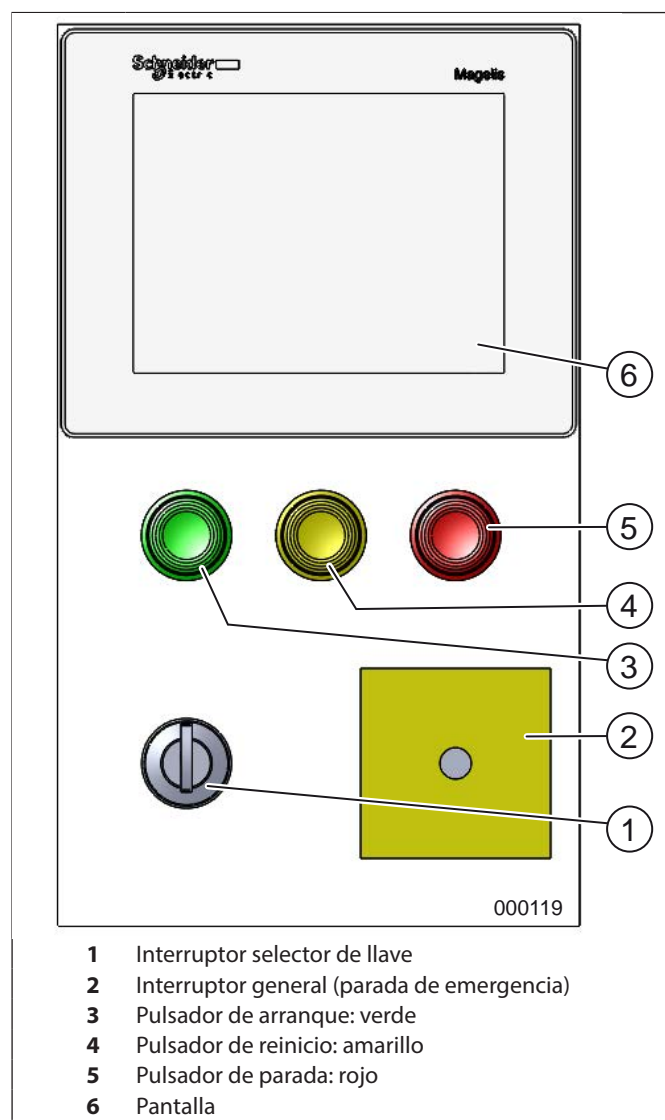

fig. 4 Elementos de manejo
(extraer la regleta) y conectar el interruptor principal (fig. 4/2) (posición "1").
2. Girar la llave (fig. 4/1) hacia la derecha.
3. Presione el botón de inicio verde (fig. 4/3).
Si alguna vez, por algún motivo, resultara necesario desconectar o parar, respectivamente, la máquina con la mayor rapidez posible, esto se puede realizar pulsando esta tecla de parada de emergencia. Para conectar de nuevo la máquina se tiene que desbloquear (extraer) la regleta y se tiene que pulsar el Pulsador de arranque: verde (fig. 4/3).
1. Poner el interruptor general (fig. 4/2) en la posición „1“.
2. Introducir la llave suministrada en el interruptor selector de llave (fig. 4/1) y girarla hacia la derecha.
- el interruptor de bloqueo (fig. 4/1) está desbloqueado (girar la llave hacia la derecha),
- el interruptor principal (fig. 4/2) está conectado (posición "1"),